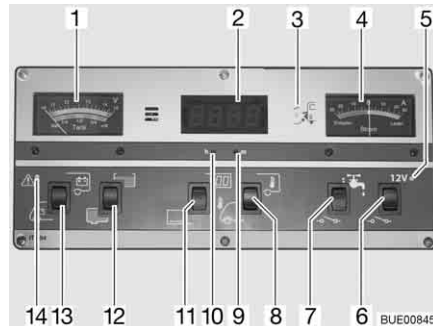

Fig. 157 Panel IT 994
Observar la escala superior del instrumento indicador V/depósito (Fig. 157,1). El instrumento indicador se ilumina automáticamente al accionar el interruptor.
- Pulsar el interruptor basculante (Fig. 157,13) por abajo: Indica la tensión de la batería del motor de arranque.
- Pulsar el interruptor basculante (Fig. 157,13) por arriba: Indica la tensión de la batería del habitáculo.
Observar la escala inferior del instrumento indicador V/depósito (Fig. 157,1). El instrumento indicador se ilumina automáticamente al accionar el interruptor.
- Pulsar el interruptor basculante (Fig. 157,12) por arriba: Indica la cantidad de agua.
- Pulsar el interruptor basculante (Fig. 157,12) por abajo: Indica la cantidad de aguas residuales.
La luz roja de ALARMA (Fig. 157,14) parpadea en cuanto la tensión de la batería del habitáculo baja de 11 V (medición durante el servicio) y hay peligro de descarga completa.
- Pulsar el interruptor basculante (Fig. 157,11) por arriba: El indicador del reloj digital está conectado. El indicador de temperatura está listo para funcionar.
- Pulsar el interruptor basculante (Fig. 157,11) por abajo: El indicador del reloj digital y el indicador de temperatura están desconectados.
- Con ayuda de un objeto delgado, p. ej. una mina de bolígrafo, hacer presión en el orificio para horas (Fig. 157,10) hasta obtener la hora deseada.
- Con ayuda de un objeto delgado, p. ej. una mina de bolígrafo, hacer presión en el orificio para minutos (Fig. 157,9) hasta obtener los minutos deseados.
- Pulsar el interruptor basculante (Fig. 157,8) por arriba: Indica la temperatura interior.
- Pulsar el interruptor basculante (Fig. 157,8) por abajo: Indica la temperatura exterior.
El instrumento indicador (Fig. 157,4) indica constantemente la corriente actual suministrada por la batería. El instrumento indicador se ilumina automáticamente al accionar el interruptor.
El interruptor principal de 12 V (Fig. 157,6) conecta y desconecta el panel y la alimentación de 12 V del habitáculo.
Conectar: ■ Pulsar el interruptor basculante (Fig. 157,6) por arriba: La alimentación de 12 V del habitáculo está conectada. La luz de control (Fig. 157,5) se enciende de color verde.
Desconectar: ■ Pulsar el interruptor basculante (Fig. 157,6) por abajo: La alimentación de 12 V del habitáculo está desconectada. La luz de control (Fig. 157,5) se apaga.
Se enciende la luz de control de 12 V (Fig. 157,5) cuando se conecta el interruptor principal de 12 V (Fig. 157,6).
Se enciende la luz de control de 230 V (Fig. 157,3) amarilla cuando hay tensión de red en la entrada del bloque eléctrico.
Conectar: ■ Pulsar el interruptor basculante (Fig. 157,7) por arriba: El suministro de agua está conectado.
Desconectar: ■ Pulsar el interruptor basculante (Fig. 157,7) por abajo: El suministro de agua está desconectado.